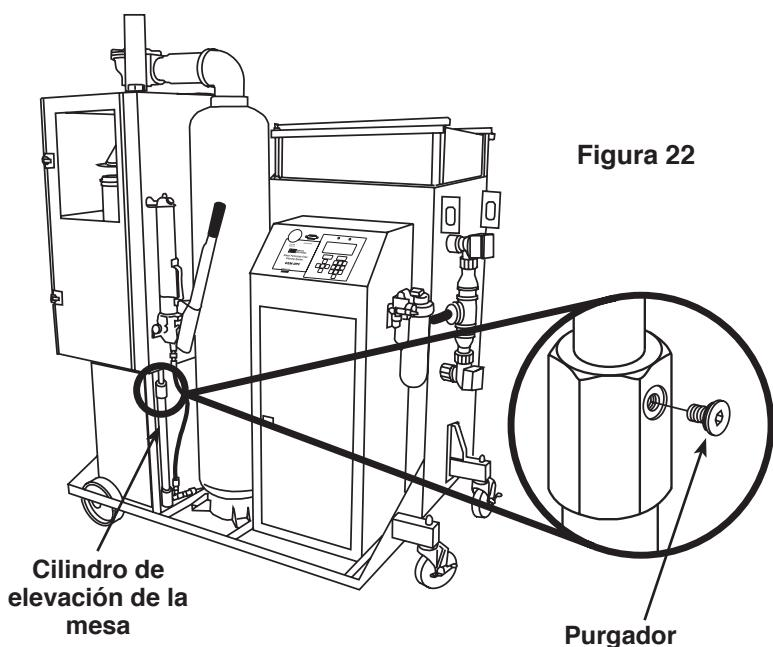

Figura 22
4. Quite el purgador de un cilindro de elevación de la mesa. Consulte la Figura 22.